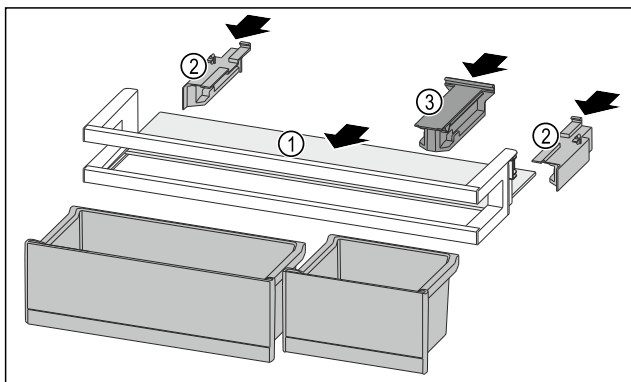

Fig. 95
- ▶ Tolja be a tárolólapot Fig. 95 (1) az oldalsó mélyedésekbe.
- ▶ Helyezze be az oldalsó részeket Fig. 95 (2).
- ▶ Helyezze be a tartóelemet Fig. 95 (3).